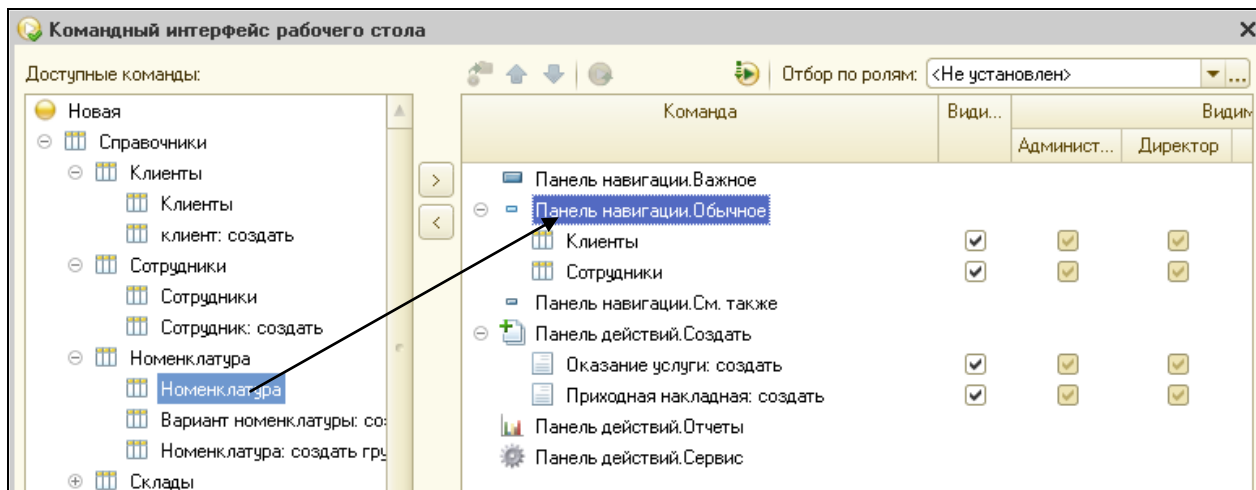

Рисунок 10.11 Настройка командного интерфейса рабочего стола
2. В левой части, в группе **Доступные команды** показаны все команды, в правой части показаны панели, в которых эти команды будут отображаться. В левой части выделить команду, например, справочник Номенклатура, в правой части выделить панель в которой команда будет размещаться, например Панель навигации Обычное и перенести эту команду угловой стрелкой из левой части, в правую(рис.10.11).